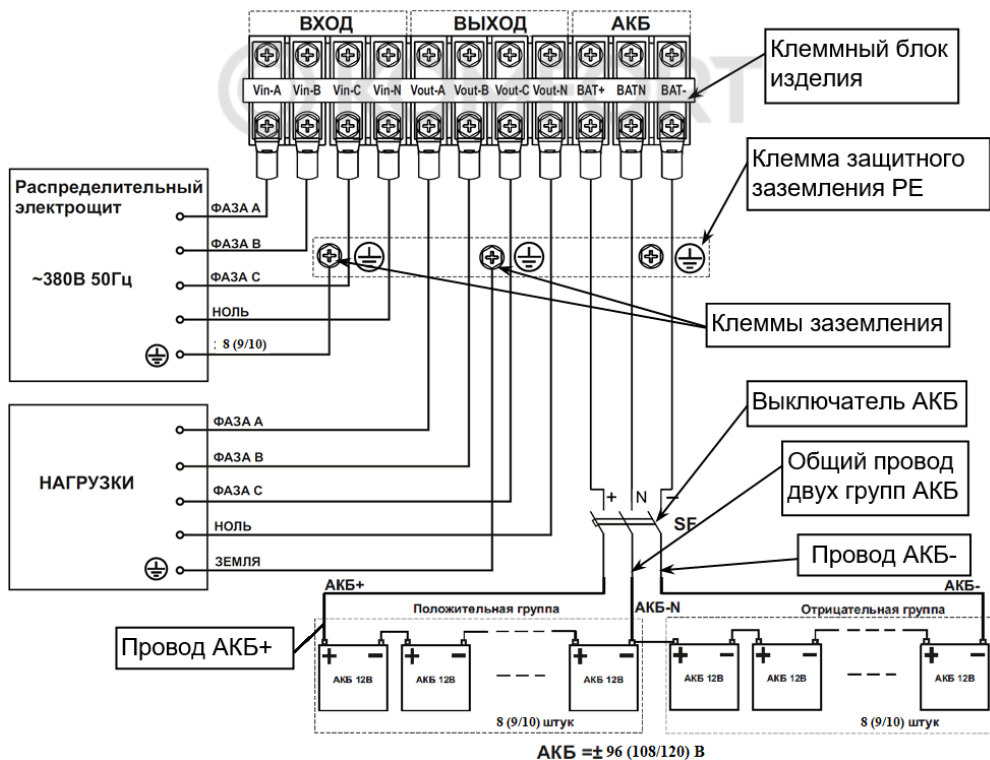

Рисунок 23 — Схема подключения изделия и монтажа аккумуляторной батареи.
- 5) Включите защитный автоматический выключатель АКБ (SF) или выключатель группы предохранителей (при их использовании), (см. рисунок 23).
Между АКБ и изделием должен быть подключен автоматический выключатель постоянного тока (SF, на номинальный ток 250 А, см. рисунок 23).
Между АКБ и изделием должен быть подключен DC — совместимый терромагнитный трехполюсный защитный автоматический выключатель SF, (или другое устройство защиты, например, группа предохранителей с трехполюсным выключателем), расположенный как можно ближе к АКБ, см. рисунок 23.
- номинальное напряжение выключателя должно быть не менее рабочего напряжения положительной/отрицательной группы АКБ (см. рисунок 23);
Затем выполнить, **с соблюдением полярности**, последовательное соединение аккумуляторных батарей 12 В, в соответствии с двуполярной схемой (см. рисунок 23) при помощи перемычек АКБ (**перемычки АКБ в комплект поставки НЕ входят**).
- проводники фаз А, В, С и провод N питающей линии от распределительного щита, предназначенные для подключения на входы изделия, должны быть обесточены (см. рисунок 23);
- подключение кабелей к клеммному блоку выполняйте в соответствии со схемой (см. рисунок 23) и маркировкой, нанесенной на клеммном блоке изделия;
- подключите провода заземления кабелей подключения питающей сети и нагрузки к соответствующим клеммам заземления изделия (см. рисунок 23);
- к клеммам заземления каждого изделия подключите провода заземления кабелей подключения питающей сети и нагрузки (см. рисунок 23);